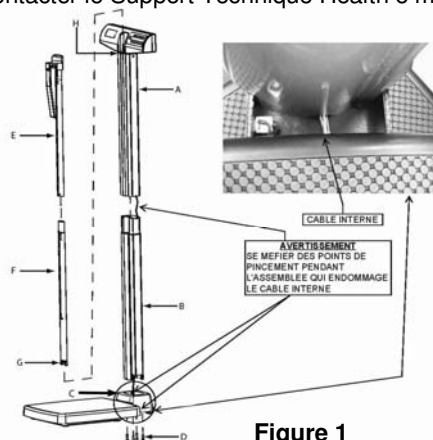

Figure 1
Brancher l'adaptateur (NON FOURNI) à la balance et à une source d'alimentation électrique. Renvoyez s'il vous plaît à la page 15 pour l'information en ce qui concerne les adaptateurs disponibles pour l'utilisation avec cette balance. Quand on utilisera un adaptateur, l'icone de la pile ne sera pas montrée sur l'écran. La localisation du chat de la puissance de l'adaptateur (C) est vers le bas indiquée dans la Figure 1.
1. Trouvez le câble dans la colonne supérieure (A) et dirijalo à travers la la colonne plus faible (B).
2. After the cable is fed through (B), then plug the cable into the scale base (C). Après que le câble soit dirigé à travers (B), il relie le câble dans le (C) de base.
3. Reliez les colonnes (A) et (B), ensuite asegúrela au (C) de base en utilisant les 4 vis proportionnées (voie la Figure 1).
4. Reliez l'estadímetro (tallímetro) supérieur (E) à l'estadímetro (tallímetro) plus faible (F) et alors dirijalo par l'ouverture (h) au dessus de la colonne supérieure.